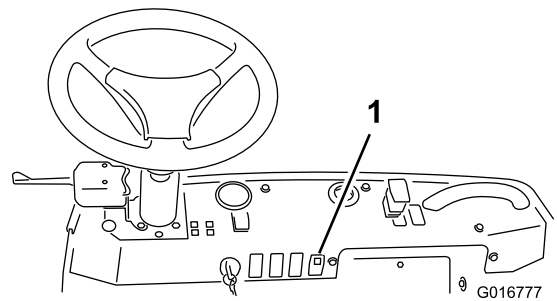

Figura 4
2. Inserte el interruptor basculante (Figura 4)